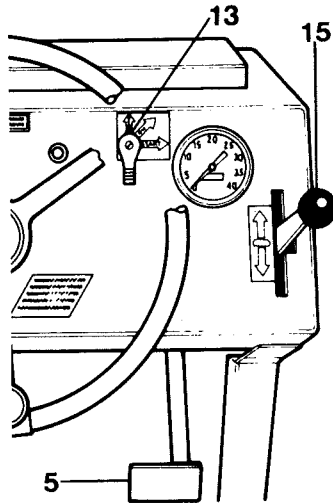

Abb. 8
1. Den Vibrationsschalter (22) auf AUS stellen. (Bei Walzen mit der früheren Ausführung des Amplitudenwählers (18) muss dieser auf 0 gestellt werden.)
2. Den Vor-/Rückwärtshebel (15, Abb. 8) in die Mittenstellung stellen.
5. Den Anlassschalter (13, Abb. 8) auf STOPP stellen.